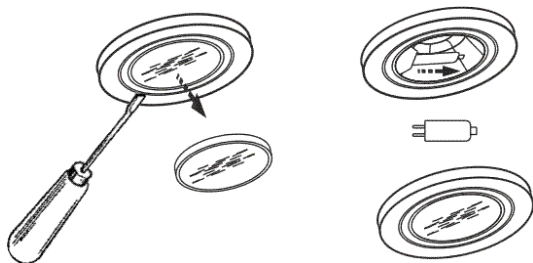

рис. 10
8.7 Замену электрической галогенной лампы производите в следующей последовательности (рис. 10):